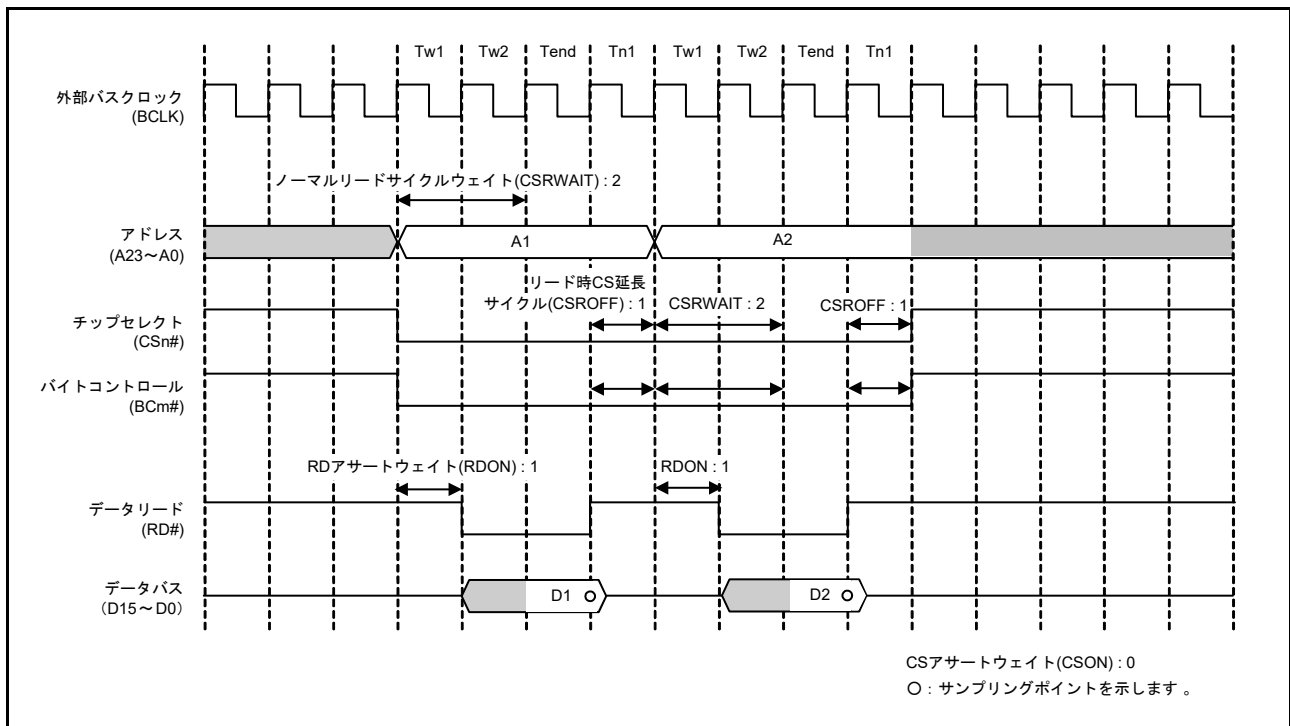

図 16.13 ノーマルリードアクセスの動作例 (1 転送要求に対して 2 回バスアクセスが発生する場合) (n = 0 ~ 3, m = 0, 1)
バスマスタからの1転送要求に対して2回以上の外部バスアクセスが必要となる場合は、ノーマルアクセス動作（①から④）を繰り返します。図 16.13、図 16.14 に、1転送要求に対して2回バスアクセスが発生する場合の動作例を示します。ただし、リカバリサイクル挿入条件が成り立つ場合は、2回目以降の外部バスアクセスにもリカバリサイクル（⑥）の挿入が行われます（図 16.31 参照）。